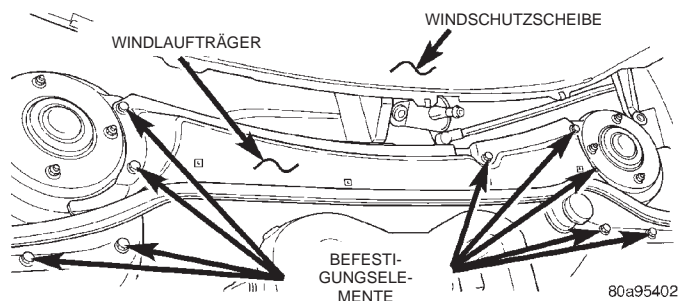

Abb. 61 Domstrebe
(1) Motorhaube öffnen.
(2) Windlaufgitter abbauen.
(3) Lage der Schrauben markieren, mit denen die Domstrebe befestigt ist.
(4) Befestigungsschrauben von der Domstrebe lösen (Abb. 61).
(5) Domstrebe ab- und aus dem Fahrzeug nehmen.
(6) Zum Austauschen die Gummidichtung abnehmen.